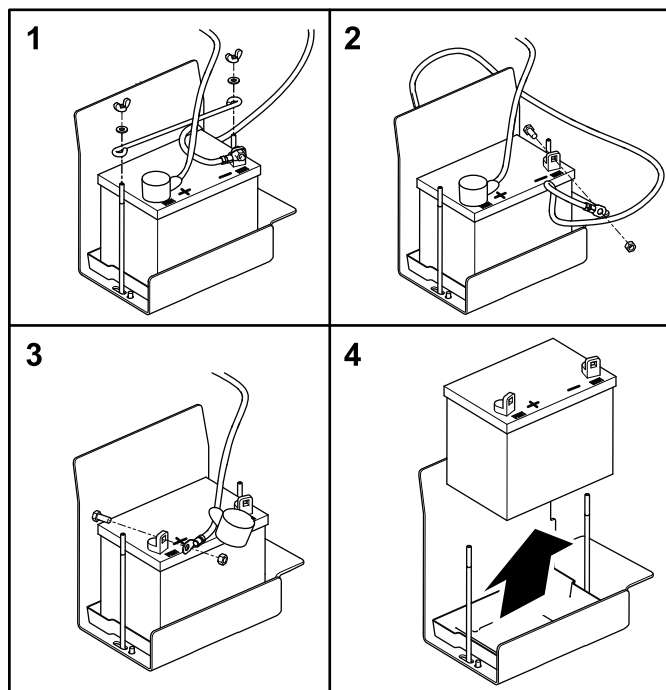

Рисунок 51
2. Отверните барашковые гайки и снимите шайбы, которые крепят прижим аккумуляторной батареи (Рисунок 51).